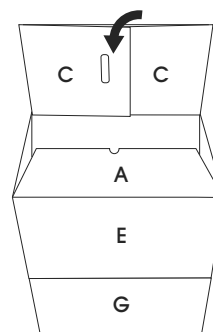

Figure 5
5. Pliez vers l'intérieur le panneau extérieur du bas ainsi que les panneaux latéraux pliés. (Voir Figure 5 et 6)